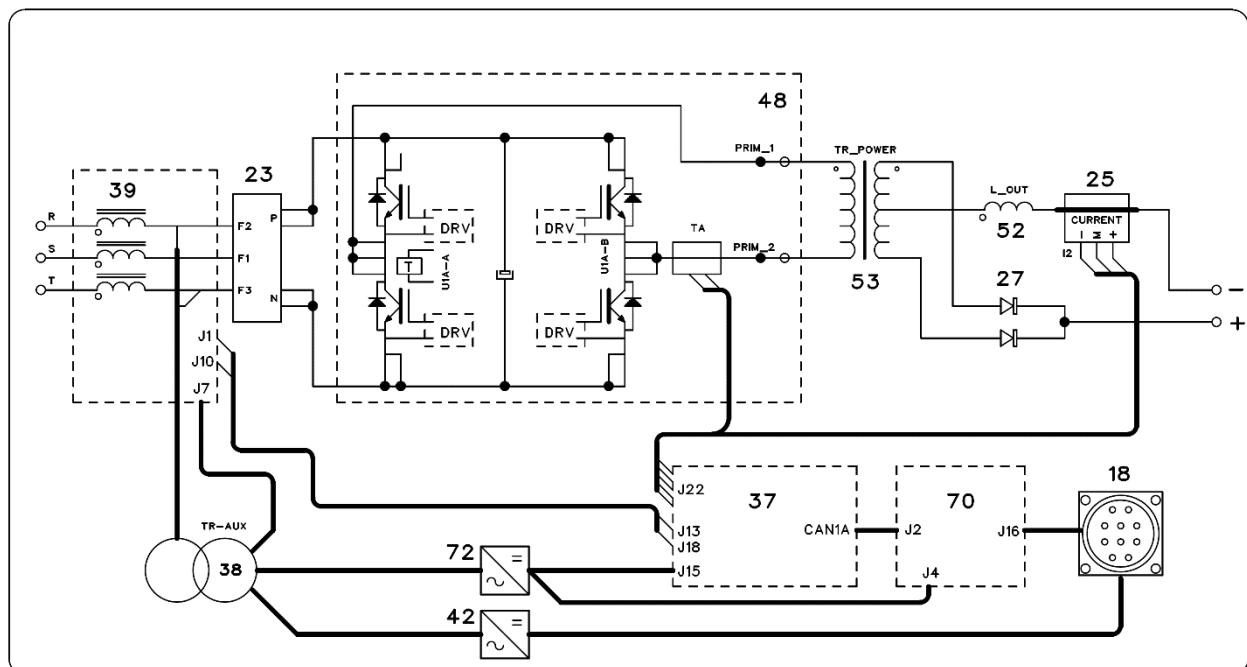

FIG. 2.3.1
Remitiéndose a los esquemas eléctricos del apartado 5, al esquema de bloques de la Fig. 2.3.1, a los dibujos de despiece y a las tablas del apartado 4, se pueden identificar las unidades principales que componen el generador.
El puente rectificador (23) y la tarjeta de potencia (48) son los elementos de potencia de las primeras dos etapas convertidoras. Más precisamente, en la Fig. 2.3.1 es posible identificar:
- el puente rectificador trifásico (23), que convierte la tensión alterna de red (400 Vca) en tensión continua (540 Vcc), apropiada para alimentar los condensadores-DC y el inverter;
- en la tarjeta de potencia (48):
- el inverter de IGBT, que genera la tensión alterna de onda cuadrada para el transformador de potencia (53);
- el TA (T1 para el art. 372 y T3 para el art. 374), para medir la corriente en el primario del transformador de potencia (53).